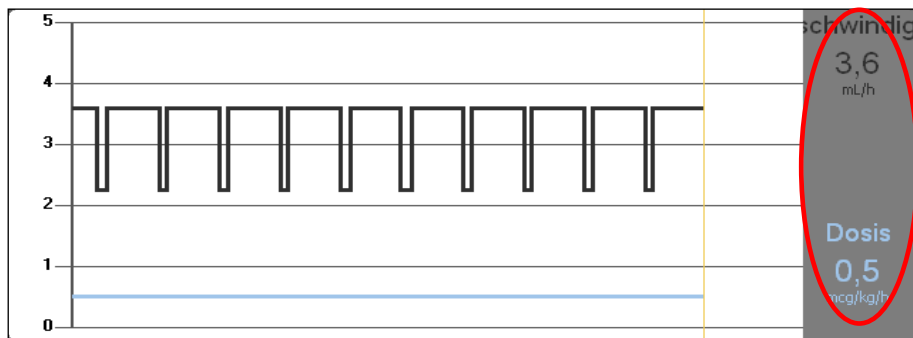

Abb. 22
- Volumenrate und Dosisrate des infundierten Medikaments (Abb. 22);